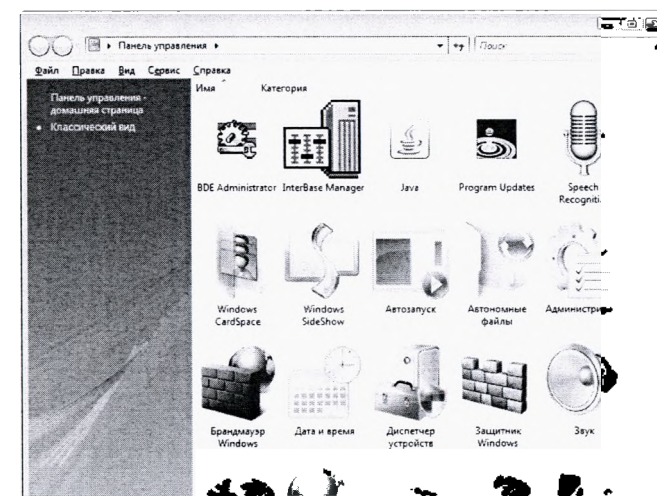

Рис. 109
3. В окне «Панель управления» (рис. 109) дважды кликните на картинке «Брандмауэр Windows».